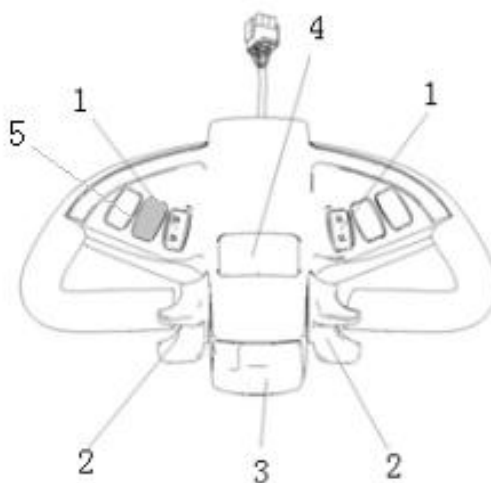

Рисунок 3.
- путем перевода переключателя направления хода (2 на рис.3) в среднее положение или его отпускания: штабелер начнет тормозить до полной остановки;
- кнопка аварийного реверса, находящаяся на уровне живота оператора (3 на рис.3) предотвращает зажатие оператора. Когда оператор приходит в контакт с кнопкой аварийного реверса, штабелер немедленно прекращает движение в заданном направлении и движется назад на некоторое расстояние, затем останавливается. Если рукоятка находится в зоне движения, и штабелер не движется, считайте, что в этой ситуации эта кнопка по-прежнему активна. Необходимо выполнить отключение и повторное включение устройства для перезапуска.
На индикаторе, расположенном на рукоятке управления, отображается уровень заряда АКБ (5 на рис.3). В случае если заряд АКБ слишком низкий, блокируется управление запуском двигателя гидронасоса подъема вил, штабелер в таком случае может только передвигаться. Штабелер следует немедленно транспортировать в зону зарядки.
3. Медленно поверните переключатель направления хода (2 на рис.3) для начала движения штабелера и достижения желаемой скорости.
- отпустите переключатель направления хода (2 на рис.3) для его возврата в исходное положение, штабелер замедлит ход, дождитесь полной остановки. Пригоните изделие на специальное оборудованное место под стоянку;
Красная кнопка на конце рукоятки управления – это кнопка аварийного реверса (3 на рис.3). Когда оператор приходит в контакт с кнопкой аварийного реверса, штабелер немедленно прекращает движение в заданном направлении и движется назад на некоторое расстояние. Это защитный выключатель, предназначенный для предотвращения придавливания штабелером оператора, когда оператор сталкивается с препятствием.
Для безопасного движения штабелер оснащен звуковым сигналом. Чтобы привлечь внимание окружающих людей во время движения, нажмите кнопку звукового сигнала (4 на рис.3), и звуковой сигнал предупредит окружающих.